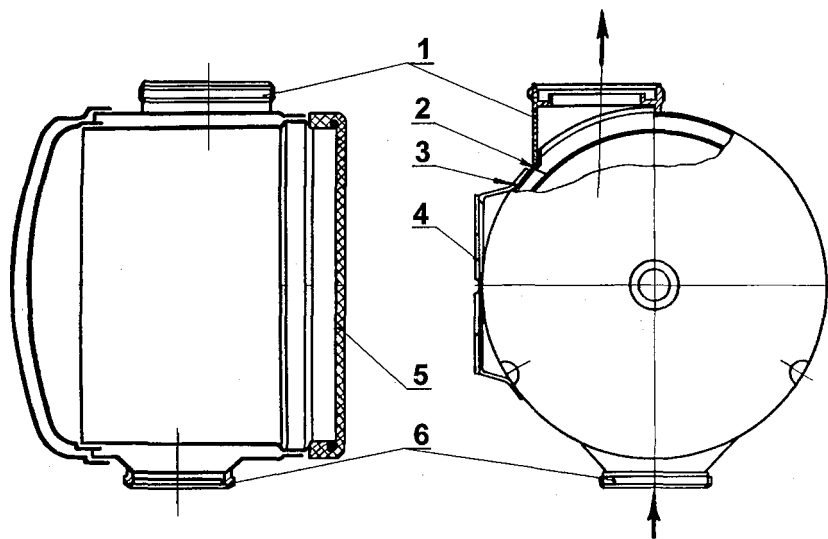

Рисунок 9 – Холодильник
1.5.1.8 Холодильник (рисунок 9) предназначен для снижения температуры вдыхаемого воздуха за счет отвода тепла в окружающую среду или за счет теплоты плавления охлаждающего элемента (брикета водяного льда).